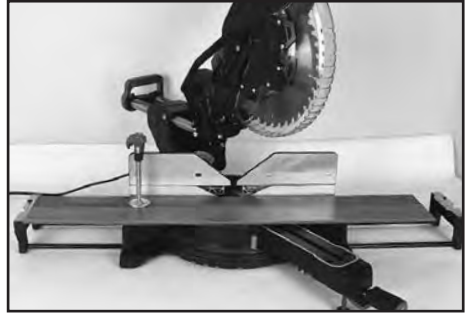

FIG.37
9.9 WORKPIECE SUPPORT – FIG.37